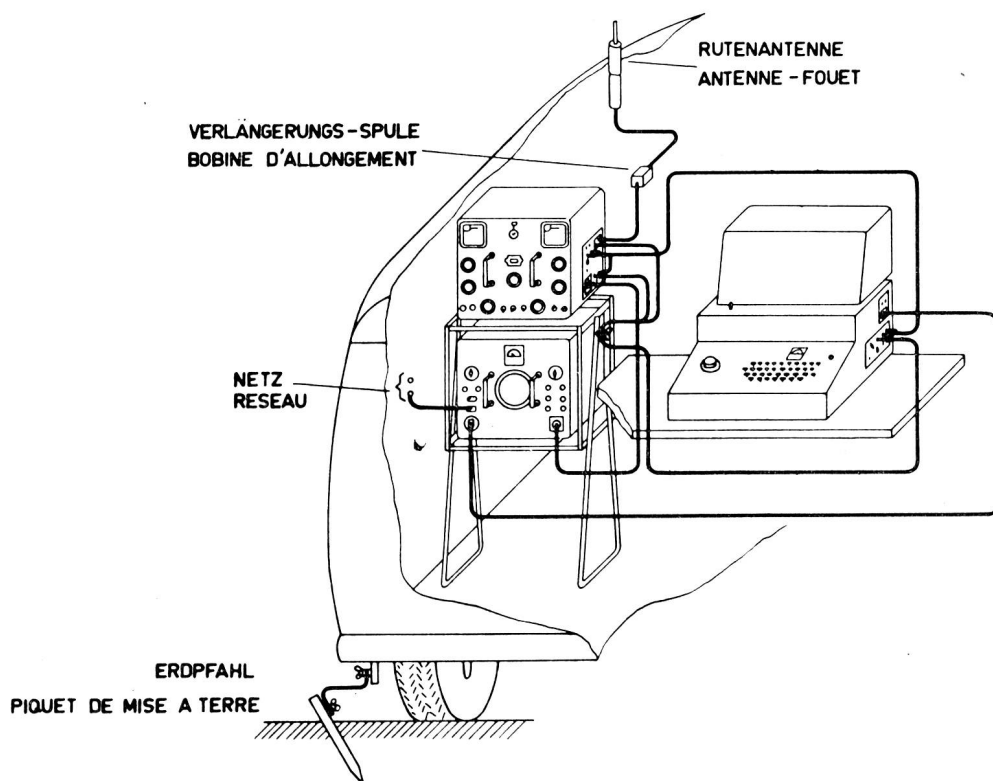

Fig. 30
- La Station montée dans la voiture en commande local avec KFF voir fig. 30